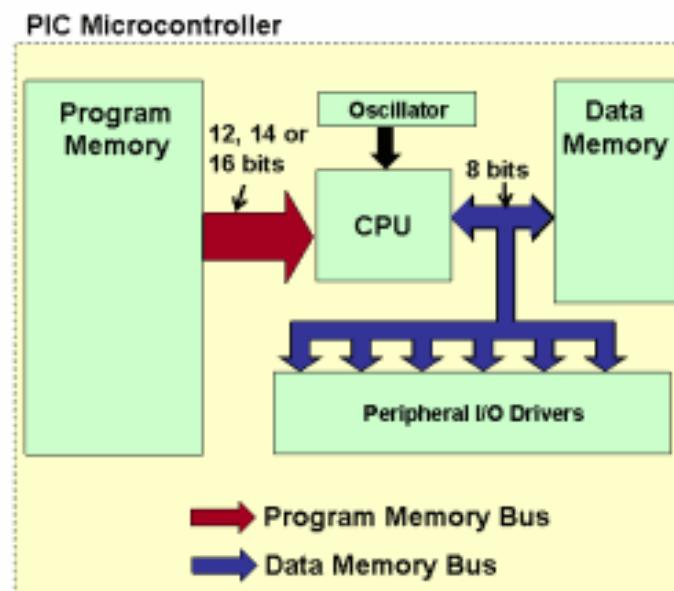

Figura 2.2 - Arquitetura Harvard.
- ✓ Harvard: dois barramentos, sendo um exclusivo para tráfego de dados e outro para instruções. No caso dos microcontroladores PIC, o barramento de dados podem ter de 8-bits a 32-bits e o de instruções pode ter 12, 14 ou 16-bits como mostrado na Figura 2.2;